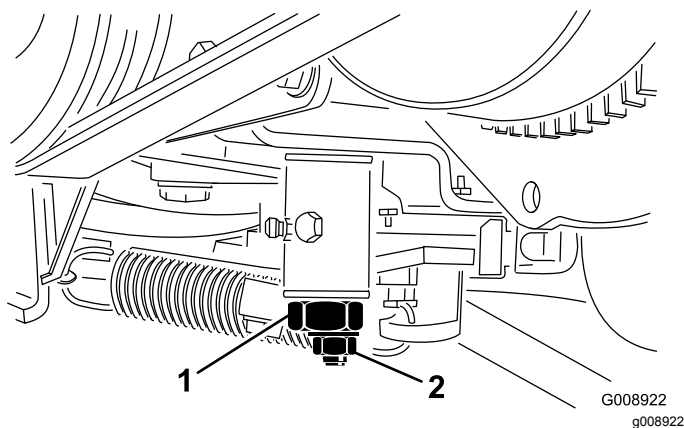

Figura 55
4. Desaperte a porca de bloqueio no excêntrico de tração (Figura 55).